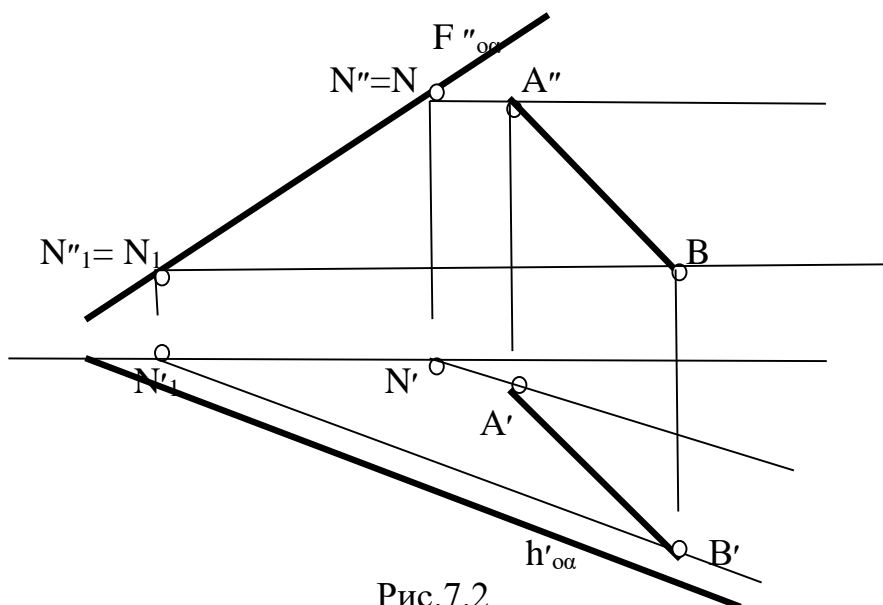

Рис. 7.2
3. Соединив горизонтальные проекции полученных точек, получим горизонтальную проекцию заданного отрезка АВ (Рис. 7.2).